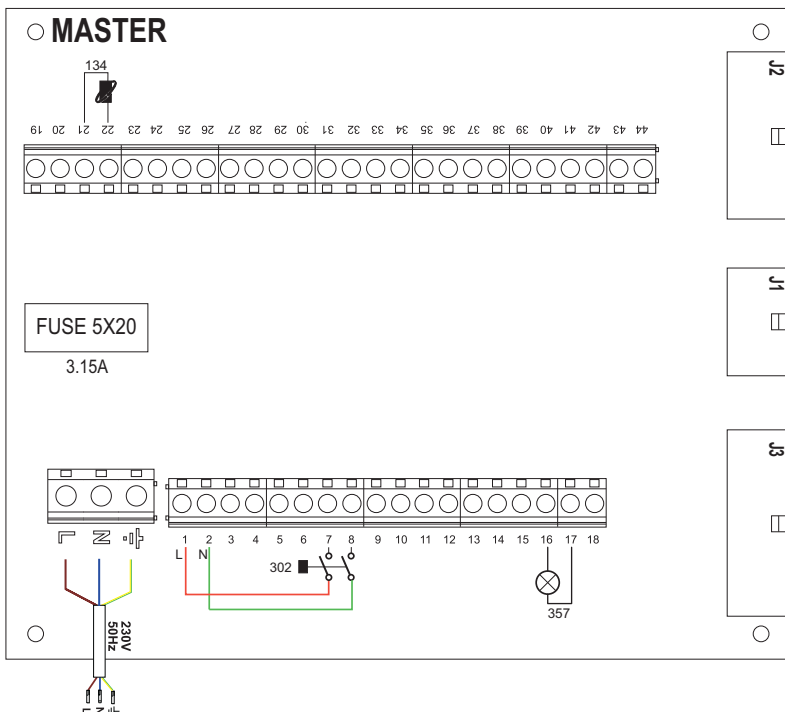
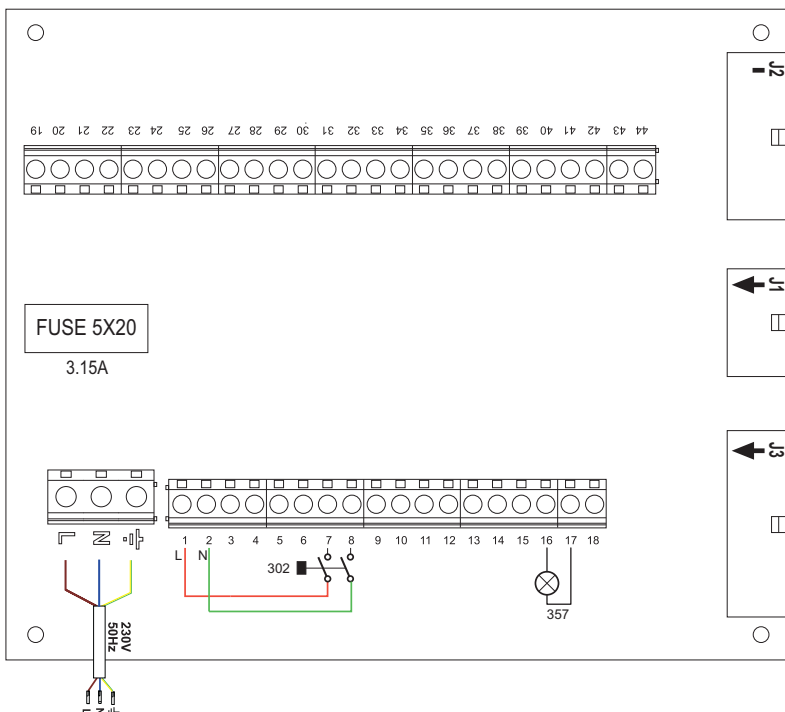

fig. 51- MASTER
fig. 52- SLAVE
**Legend (fig. 51 and fig. 52)**